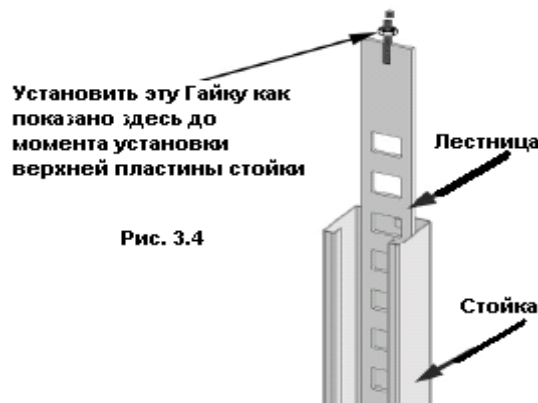

Рис. 3.4
3. Теперь можно устанавливать Лестницы Безопасности внутри стоек. Опустить лестницы, до самого пола, пока не упрутся в базовые плиты, внутри стоек и через направляющие прорезы в блочках скольжения, которые установлены в подъемных перекладинах. НЕ БОЛТИТЬ к полу стойки в этот момент (см. Рис. 3.4 и 3.5)
4. Установить верхние Пластины Стоек при помощи болтов М12 х 1.75 х 49 с гайками и шайбами. Квадратная отметка должна быть направлена вниз стойки, а отверстие для троса должно быть направлено внутрь стойки. Зажимная гайка, показанная на Рис. 3.4 должна быть установлена до установки верхней Пластины Стоек. Установить верхнюю Пластину Стойки на место, затянуть верхнюю гайку на резьбовом пальце Лестницы безопасности, до тех пор пока не выйдет резьба на высоту примерно 25мм, а Лестница не должна касаться базовой плиты и должна подняться на высоту не менее 12 мм, но не более 25 мм (может привести к поломке подъемника) (см. Рис. 3.6 и 3.7)